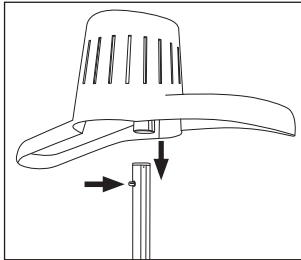

Abb. 1: Kleiderbügel **1** anbringen
- ▶ Um die Teleskopstange ❹ bei Bedarf wieder zu entnehmen, drücken Sie die Entriegelungstaste  ❼ und ziehen Sie die Teleskopstange ❹ heraus.
- ◆ Stellen Sie die Höhe der Teleskopstange ❹ ein. Öffnen Sie dazu den Verriegelungsclip ❸, ziehen Sie die Teleskopstange ❹ bis zur gewünschten Höhe heraus und stellen Sie den Verriegelungsclip ❸ wieder fest. Ziehen Sie die Teleskopstange ❹ mindestens so weit heraus, dass der Kleiderbügel ❶ aufgesteckt werden kann.
- ◆ Stecken Sie den Kleiderbügel **1** so auf die Teleskopstange **4** auf, dass die gewölbten Bügelarme zur Gerätevorderseite zeigen. Drücken Sie die Arretierung **2** nach innen und schieben Sie den Kleiderbügel **1** so weit darüber, bis die Arretierung **2** einrastet (Abb. 1).